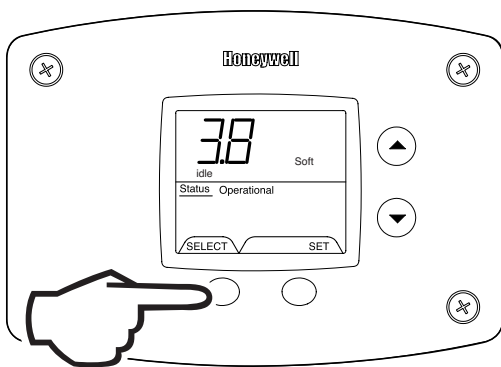

Fig. 37
- 7. Software Version (Display only) (Fig. 37).